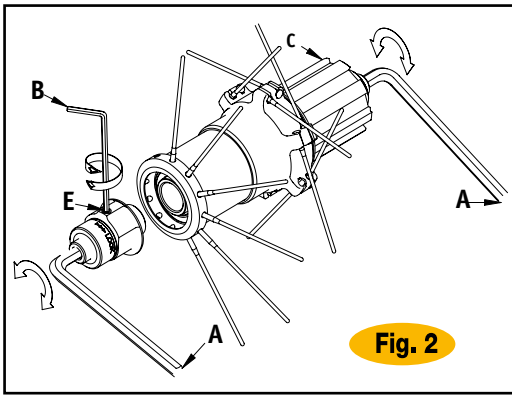
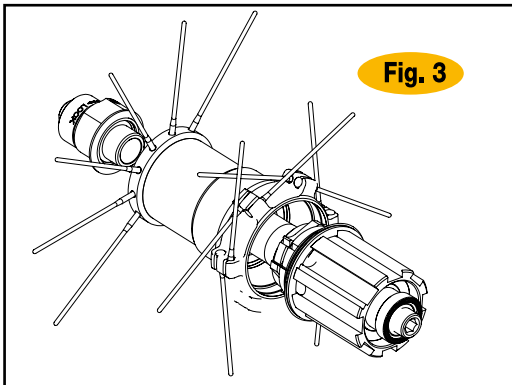

Fig. 2
Fig. 3
- Sfilate il perno del mozzo posteriore (Fig.2); il corpo ruota libera (C) potete sfilarlo dal perno per poter effettuare la manutenzione (Fig.3).
- Allentate il grano (E) con una chiave a brugola da 2mm (B) (Fig.2).
- Richiudete il grano (E). Controllate la scorrevolezza della ruota. **Assicuratevi della corretta chiusura del mozzo poiché un suo allentamento potrebbe essere causa di incidenti, lesioni gravi o mortali.**